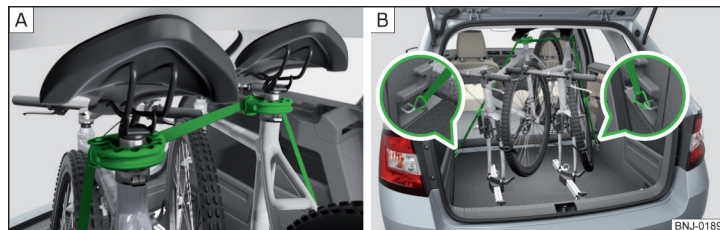

Рис. 109 Забезпечення стабільності велосипедів за допомогою ремня
- Під час транспортування двох велосипедів натягуйте пасок між сидіннями, відтягуючи велосипеди один від іншого » Рис. 109 - **A**.
- Карабіни на кінцях стрічки зачепіть за нижні вушка для кріплення за задніми сидіннями » Рис. 109 - **B**.